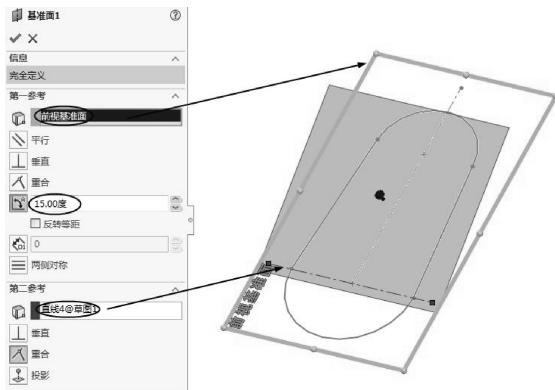

图 3-55 创建基准面 1
- 03 单击【基准面】按钮，然后参考前视基准平面和草图曲线创建新基准面 1，如图 3-55 所示。